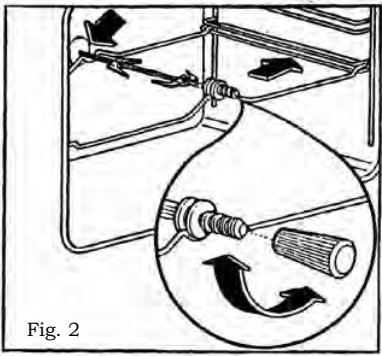

Fig. 2
Comment utiliser le tournebroche (où priun) - Fig. 2
F) A la fin de la cuisson, visser la poignée sur le broche et retirer le tout du four.(Fig. 2).